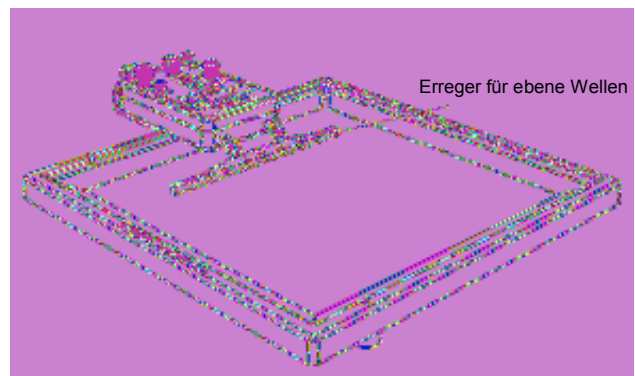

Abb. 6.2 Erreger für ebene Wellen
5. Den Erreger für ebene Wellen an den Erregerarmen befestigen. Den Vibrationsgenerator so lange justieren, bis die Unterseite des Erregers für ebene Wellen die Wasseroberfläche ganz leicht berührt. Vgl. Abb. 6.2.